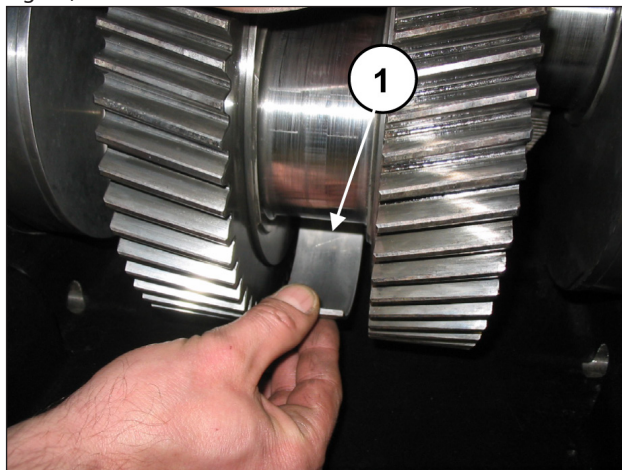

Fig. 19
Sfilare i tre semicuscinetti superiori delle semibielle (pos. ①, Fig. 19).